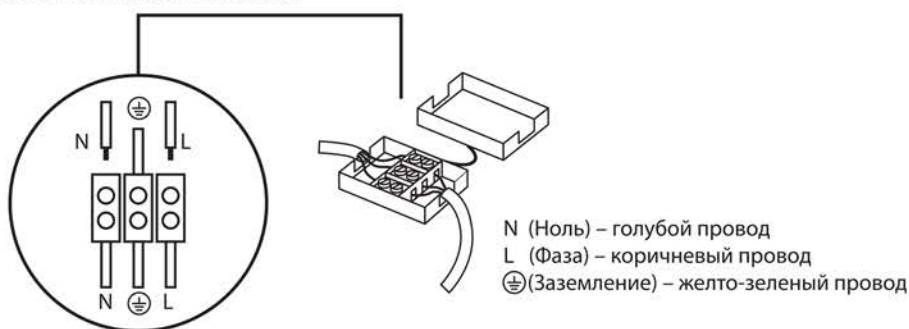

Рисунок 2. Подключение сетевых проводов
6.6. Подключить сетевые провода к клеммной колодке светильника (рисунок 2).